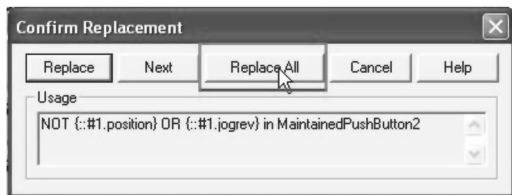

图 20-43 替换全部按钮
9. 单击“替换”（Replace）。在下一对话框中，单击“替换全部”（Replace All），如图 20-43 所示。